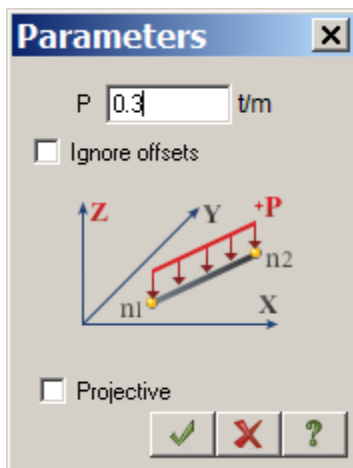

Figure 7.21 Load parameters dialog box
- ⇒ In the **Load parameters** dialog box specify  $P = 0.3 \text{ t/m}$  (see Fig.7.21).